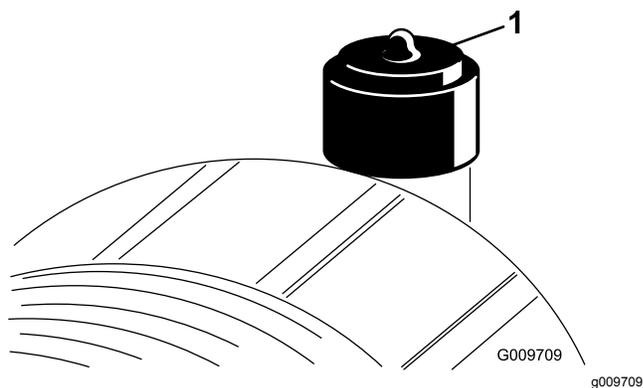

Рисунок 29
Обслуживание фильтра воздухоочистителя следует производить только после покраснения индикатора необходимости обслуживания (Рисунок 29). Замена воздушного фильтра без необходимости ведет лишь к повышению вероятности попадания грязи в двигатель при извлечении фильтра.
6. Сбросьте индикатор (Рисунок 29), если он стал красным.